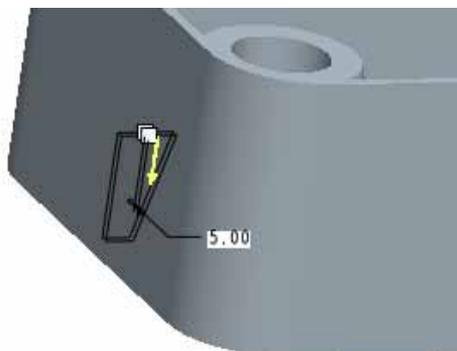

图 9-8
(4) 单击草绘工具栏中的按钮  ,完成草图绘制返回特征操控板,输入筋的厚度为“5”,特征生成方向应如图 9-8 所示。